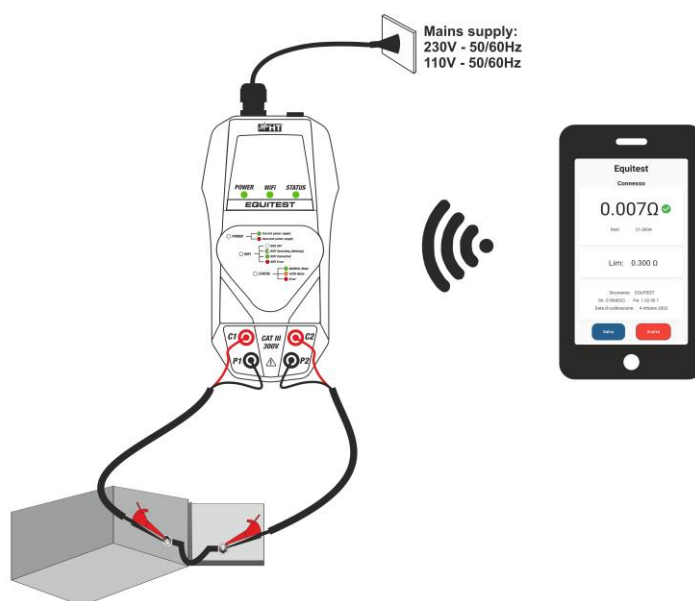

Abb. 4 Verwendung des Instruments mit der HT Equitest APP
5. Verbinden Sie die zwei schwarzen Kabel des Kabelsatzes **C7000** mit den Eingangsbuchsen **P1** und **P2**, und die zwei roten Kabel mit den Eingangsbuchsen **C1** und **C2** (siehe Abb. 4)
6. Verbinden Sie die Krokodilklemmen des Kabelsatzes **C7000** mit den Enden des zu testenden Gegenstandes (siehe Abb. 4)
7. Berühren Sie die Schaltfläche „**Messung**“ in der APP, um den Test im **manuellen Modus** oder einfach durch Bewegen der Testklemmen zu aktivieren, wenn der **automatische Modus** ausgewählt ist. Das Instrument liefert einen Prüfstrom >10 A AC und das Messergebnis wird in der APP angezeigt (siehe Abb. 4) mit der Angabe „“ im Falle eines bestandenen Tests oder „“ im Falle eines fehlgeschlagenen Tests